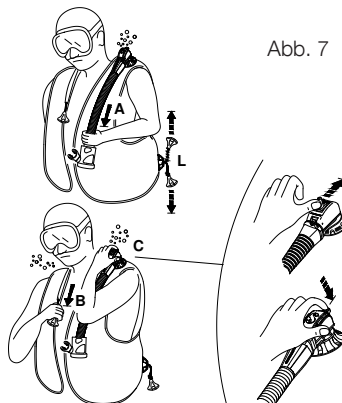

Abb. 7
- a. sanftes Ziehen an der Schlaucheinheit (Abb. 7 - A).
- b. auf den Knopf drücken, der aus dem Ventilgehäuse ragt (Abb. 7 - C) (patentiert): Dieses System kann auch dazu verwendet werden, um bei einem anderen in Probleme geratenen Taucher das Jacket zu entlüften (Panik, Anfänger, Bewusstlosigkeit usw.).
- Das SCUBAPRO® Dual Manual Dump-Ventil (Patent) verfügt über einen manuellen Sicherheitsknopf (Abb. 7-C), der auf Druck Luft ausströmen lässt, wenn das manuelle Ablasssystem versagt (gebrochenes Kabel, Stift usw.)
Unteres Ablassventil (Abb. 7 - L)
Die Ablassvorrichtungen mit dem maximalen Luftauslass sind das Schulterventil (Abb. 7 - B) und das untere Ventil (Abb. 7 - L).